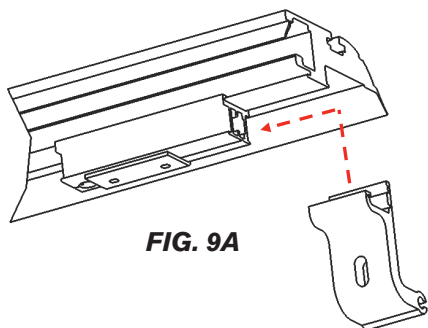
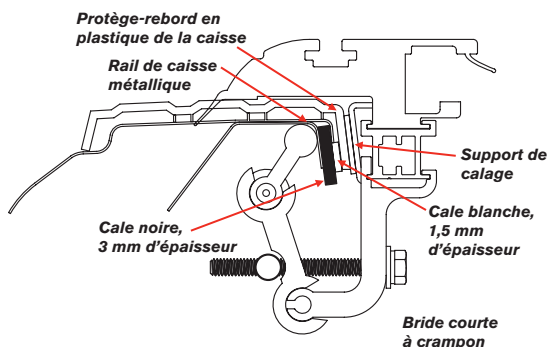

FIG. 9A
FIG. 9D
- Fixer les rails à la caisse au moyen de deux brides par rail. Glisser à bloc la bride sur la coulisse, contre le support de calage (Fig. 9A et 9B). Poser ensuite les bras de pivot arrière (Fig. 9D ci-dessous).
- Des cales sont fournies en vue remplir les creux de construction de la caisse et d'assurer un support optimal du rail. Enlever le papier dorsal de l'adhésif, puis coller la cale noire de 3 mm derrière le support de calage du rail, entre la paroi double du rail de caisse métallique. Enlever ensuite le papier dorsal de la cale blanche de 1,5 mm, puis la coller entre la cale noire et le protège-rebord en plastique de la caisse. (Fig. 9D).